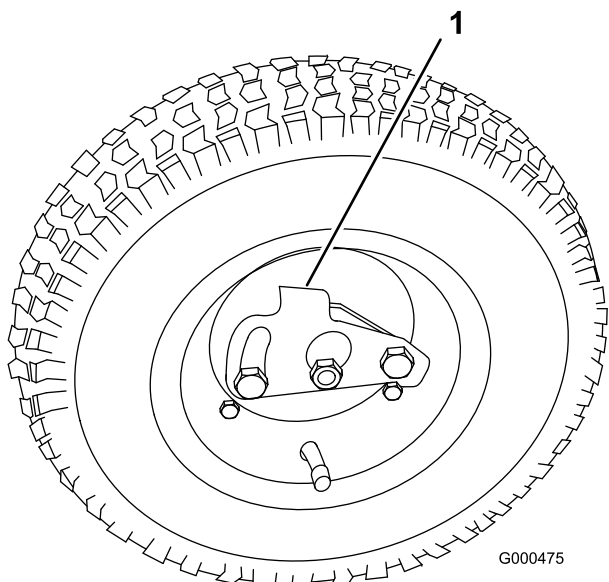

Bild 18
2. Drücken Sie den Radarretierclip zur Mitte des Rads und schieben Sie das Rad auf die Sechskantwelle (Bild 18).